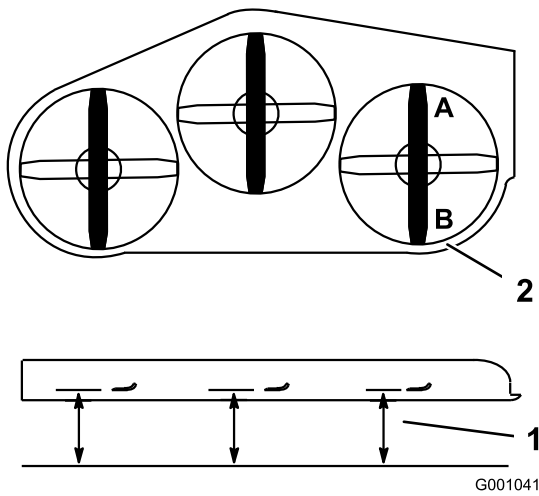

Figure 83
1. Tournez la lame **droite** dans le sens longitudinal (Figure 83).
2. Mesurez la distance au point **A** entre la surface plane et le tranchant de la pointe de la lame droite (Figure 83).
4. Mesurez la distance au point **B** entre la surface plane et le tranchant de la pointe de la lame droite (Figure 83).
6. La lame doit être plus basse de 6 à 10 mm (1/4 à 3/8") au point **A** qu'au point **B** (Figure 83). Si ce n'est pas le cas, passez aux étapes suivantes.